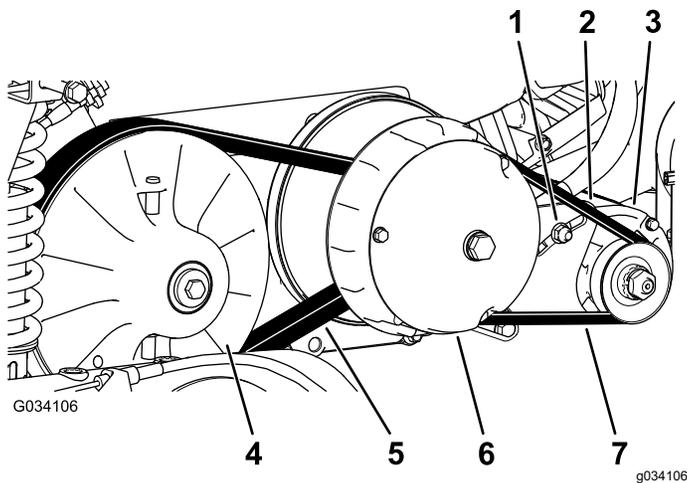

图 66
6. 转动并检查皮带 图 66 是否有过度磨损或损坏的迹象。
3. 转动并将皮带放到副离合器上 图 66。
4. 从副离合器上卸下皮带 图 66。
5. 将新皮带放到主离合器上并对齐 图 66。
6. 转动并将皮带放到副离合器上 图 66。
2. 拧松启动发电机的枢轴螺母 图 66。
4. 向下压撬棍将启动器向下转入槽中直至当施加 44N 的力量时皮带张紧力仅允许 6mm 的皮带上压 图 66。
5. 用手拧紧枢轴螺母并取下撬棍 图 66。